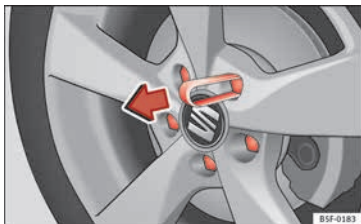

Abb. 60 Abdeckkappen der Radschrauben abziehen.
- Schieben Sie die Kunststoffklammer (Bordwerkzeug) so weit auf die Abdeckkappe, bis sie einrastet » » **Abb. 60**.